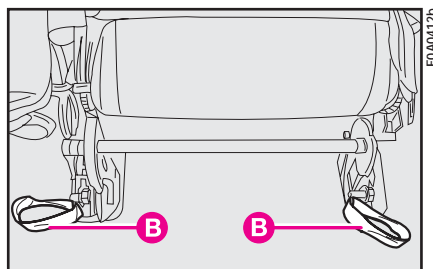

рис. 130
– опрокинуть вперед сиденье целиком, потянув за лямки **В** (рис. 130);